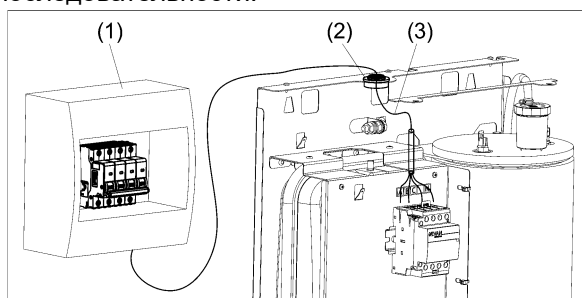

Рисунок 6. Подключение прибора к электросети
6.2.3 Подключение прибора к электрической сети осуществляется только через внешний автоматический выключатель **QF** (см. рис. 6) с номинальным током (I_n) указанным в таблице 2.
(1) Выполните монтаж автоматического выключателя QF в непосредственной близости от прибора и доступным для визуального обзора месте (см. рис. 6);
(2) Установите сальник входящий в комплект поставки в верхнюю часть корпуса прибора;
(3) Выполните монтаж силового кабеля от автоматического выключателя QF к клеммным колодкам через установленный сальник.